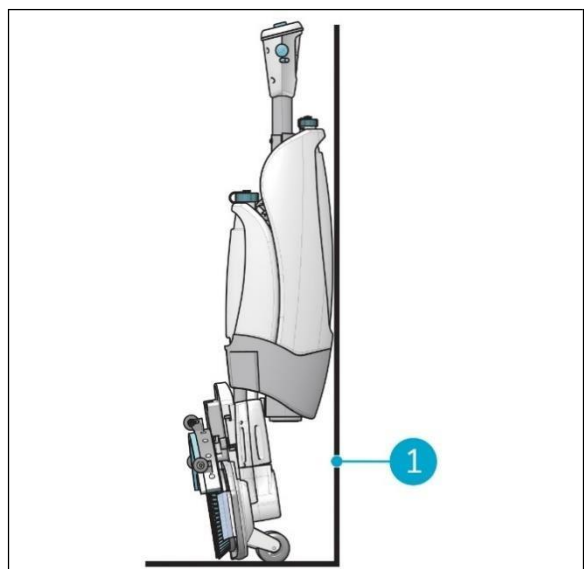

Abbildung 22
3. Lagern Sie den i-mop XL basic in der Nähe einer Wand (Abbildung 22, Pos. 1), so dass der Griff zur Wand zeigt und die Bürsten von der Wand abgewandt sind.